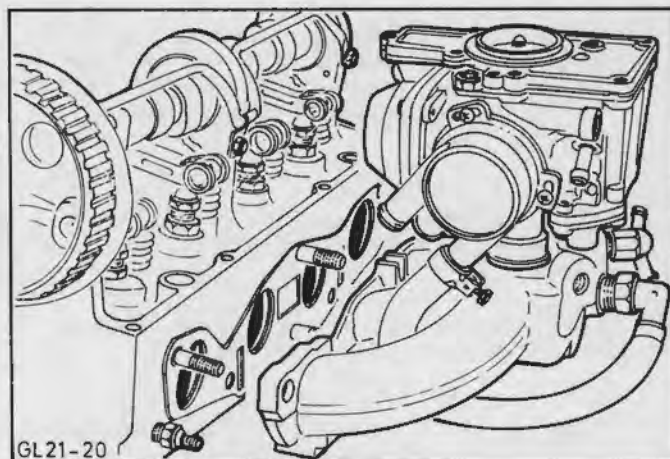

Fig.94. Afmonter indsugningsmanifold med karburator (1,6 ltr. motor vist)
2. Afmonter indsugningsmanifolden komplet med karburator eller indsprøjtningensventiler fra topstykket, Fig.94.